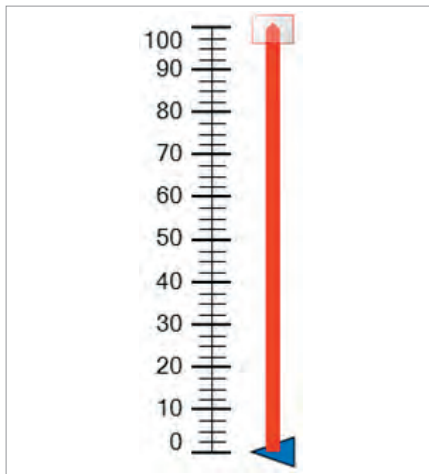

Рис. 10. Элемент *Scale* и свойство указателя *Location Dynamic*
7. В свойствах многоугольника (*Polygon*) отметьте положение (*Location*) как динамическое (*Dynamic*), так чтобы начало было внизу шкалы, а конец – сверху, как это показано на рис. 10.